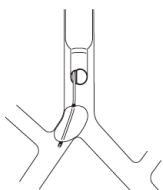

Fig.8
- 1)&2) Quanto sopra può essere attribuito al fatto che la cuffia del bloccatore è stata spostata nel lume della trachea (ernia), restringendolo (Fig. 8).
- Se si verifica un'ernia come descritto in Fig. 8, l'ipossiemia può essere risolta semplicemente sgonfiando la cuffia.